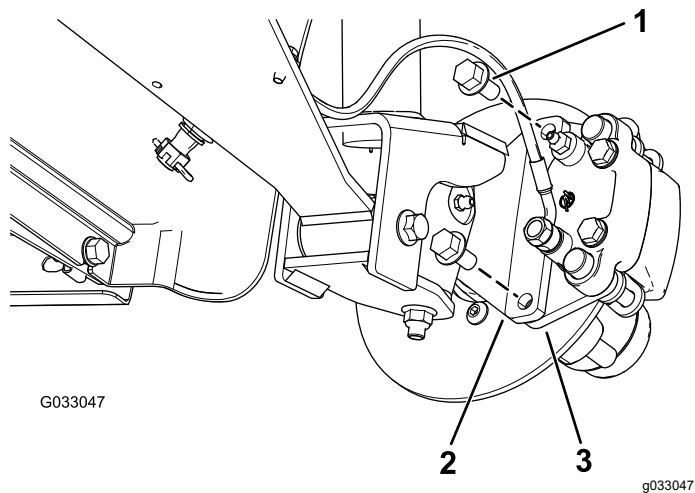
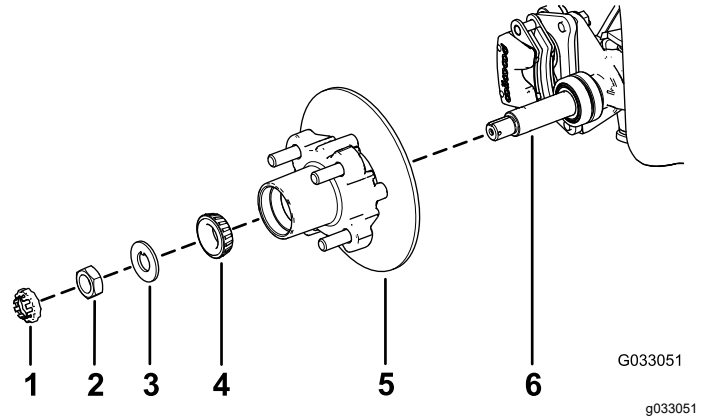

Figura 26
Figura 30
3. Togliete i bulloni a testa flangiata ($\frac{3}{8}$ " x $\frac{3}{4}$ "") che fissano la staffa del gruppo del freno al mandrino e separate il freno dal mandrino (Figura 26).
1. Lubrificate leggermente il mandrino con il grasso specificato (Figura 30).
2. Montate il mozzo e il rotore sul mandrino con il rotore verso l'interno (Figura 30).
3. Montate il cuscinetto esterno sul mandrino e inserite il cuscinetto sull'anello esterno (Figura 30).
4. Montate la rondella di sicurezza sul mandrino (Figura 30).
5. Avvitare il dado del mandrino sul mandrino e serrate il dado a 15 N·m mentre ruotate il mozzo per posizionare in sede il cuscinetto (Figura 30).
2. Allineate le pastiglie dei freni su ciascun lato del rotore (Figura 26) e i fori sulla staffa della pinza con i fori sul supporto del freno del telaio del mandrino (Figura 30).
3. Fissate la staffa del calibro al telaio del mandrino (Figura 26) utilizzando i 2 bulloni a testa flangiata ($\frac{3}{8}$ " x $\frac{3}{4}$ ").